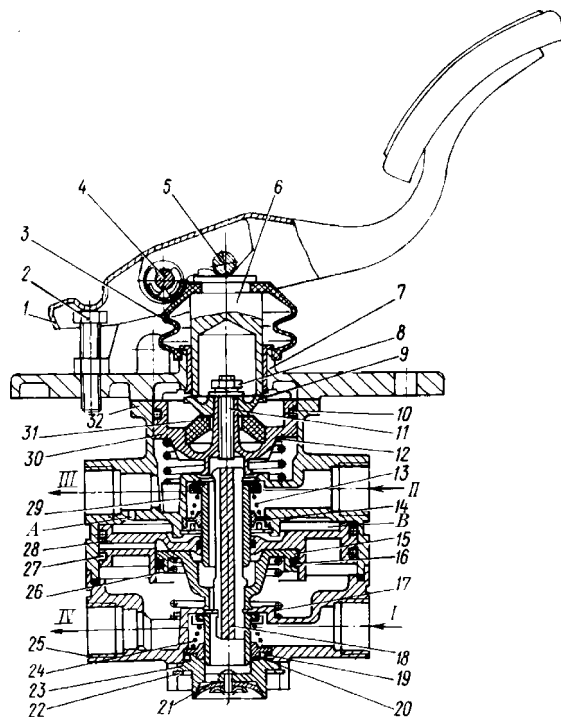

**Рис. 299. Кран слива конденсата:** 1 - шток; 2 - пружина; 3 - корпус; 4 - кольцо опорное; 5 - шайба; 6 - клапан
**Кран слива конденсата** (рис. 299) предназначен для принудительного слива конденсата из ресивера пневматического тормозного привода, а также для выпуска из него сжатого воздуха при необходимости. Кран слива конденсата ввернут в резьбовую бобышку на нижней части корпуса ресивера. Соединение между краном и бобышкой ресивера уплотнено прокладкой.